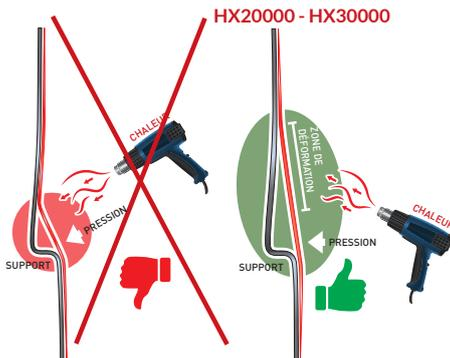

Figure 09
- ▶ Tendre le film sur le support de façon à ce que ce dernier touche les parties en relief. (FIG. 09)